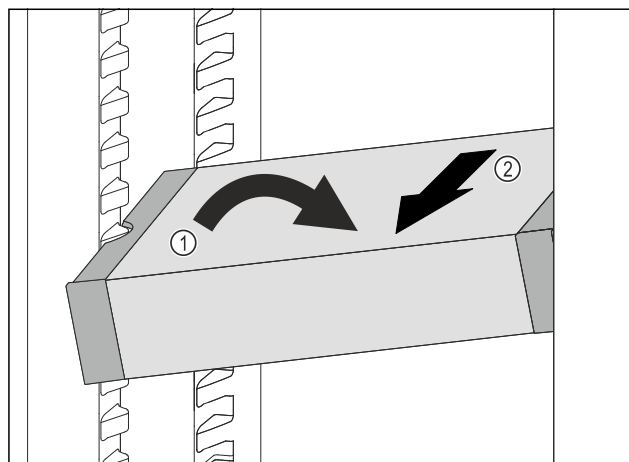

Fig. 69
- ▶ Ukosite ladicu VarioSafe u hladnjaku. Fig. 69 (1)
- ▶ Izvadite ladicu VarioSafe prema naprijed. Fig. 69 (2)